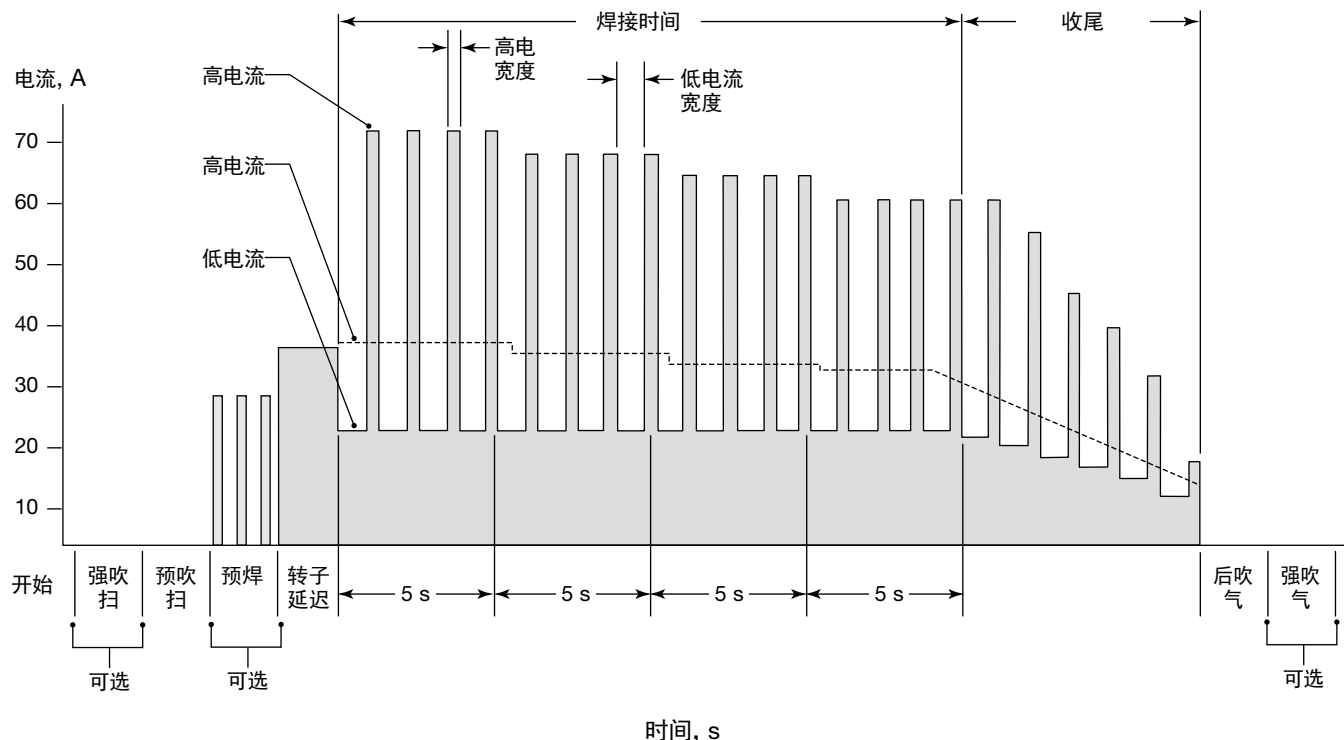

图 56 — 多象限焊接电流波形
焊接参数是建立焊接程序时使用的数值。输出电流波形的形状和时间，以及焊接程序的图形表现，都是由焊接参数设置决定的。图 56 显示了多象限焊接过程中生成的波形典型参数。焊接参数设置为：
① 这一步骤, 以及将焊接时间取整为最接近的 0.5 秒, 可防止从一个象限向下一个象限过渡的过程中发生连续的低电流输出。这种情况下观察到的将是焊接象限之间的跳越。注意第 52 页图 56 中, 每个象限均从脉冲周期的低电流阶段开始。焊接时间乘以脉冲率: